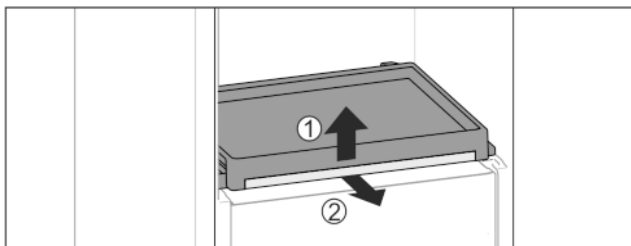

Fig. 36
- ▶ Wymywanie wysuwanej półki oraz szklanej płyty: Podnieść lekko szklaną płytę z przodu Fig. 36 (1) i wyciągnąć do przodu Fig. 36 (2).